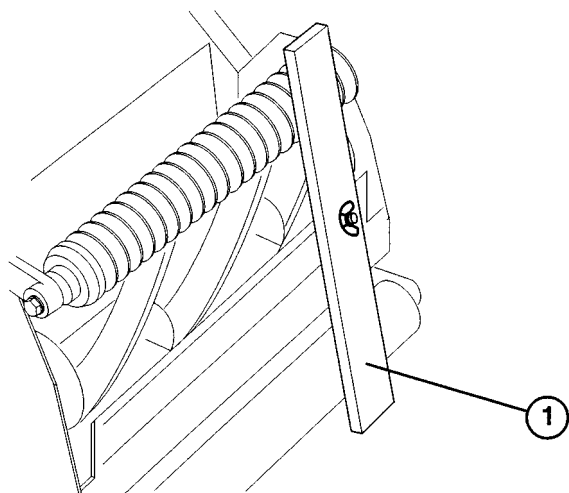

Fig. 10
2. Legg målestaven tvers over fremre og bakre valser. Undersøk hver ende (fig. 10) og justér hvis nødvendig.